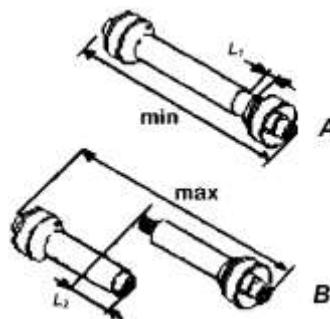

Рисунок 5.6.4 – Выбор длины карданного вала
9. Длина максимально раздвинутого карданного вала, с которой допускается его эксплуатация, должна быть такой, когда две части карданного вала будут входить друг в друга не менее чем на $L_2=150$ мм. При меньшем значении, чем $L_2=150$ мм (рисунок 5.6.4, вид А) работать с карданным валом запрещено. Достаточность перекрытия L_2 проверяется путем поворота или подъема агрегатируемой машины.
10. В прямолинейном положении трактора и агрегатируемой машины, когда карданный вал полностью задвинут, проверьте наличие достаточного зазора L_1 (рисунок 5.6.4, вид В) между торцом трубы и торцом вилки карданного шарнира. Минимально допускаемый зазор L_1 должен быть не менее 50 мм.